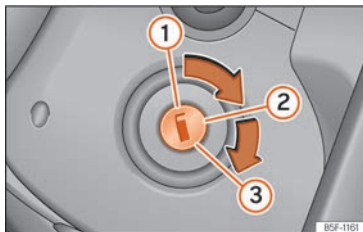

Fig. 82 Cerradura de encendido
- Gire la llave a la posición >>> fig. 82 ②.
- Siga girando la llave a la posición >>> fig. 82 ③ sin pisar el acelerador.
- Una vez se ponga el motor en marcha, suelte la llave. Al soltarla, la llave vuelve a la posición ②.
- Vehículos con cerradura de encendido: Gire la llave hasta la posición »» fig. 82 ①.
- Vehículos con pulsador de arranque: Presione brevemente el pulsador de arranque »» fig. 82.